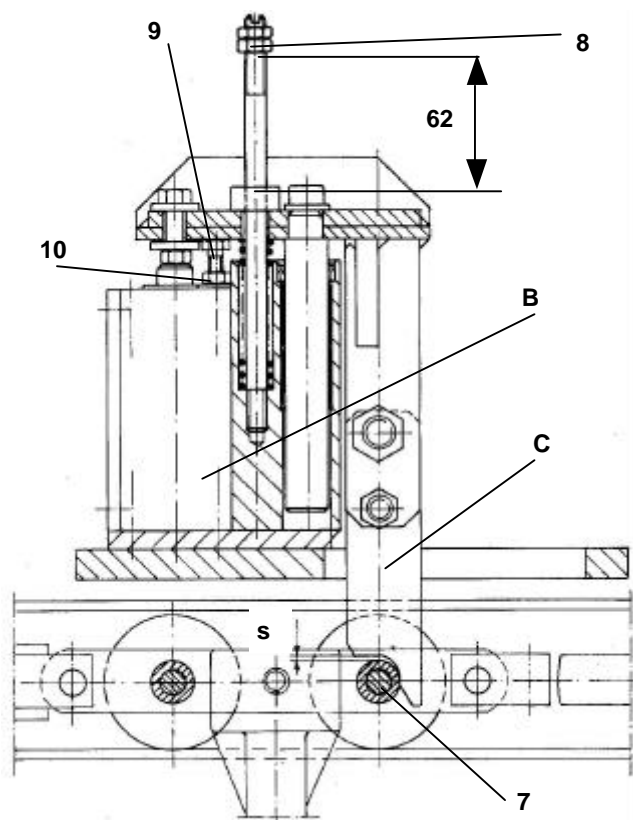

Abb. 6b: Einstellungen
- der Mitnehmerhub auf den Verbindungsbolzen (Abb. 6; Pos. 7) zwischen den beiden vorderen Tragrollen (bzw. mit der vorderen Tragrolle beim Diagonalglied) ist so eingestellt, daß sich Maß $s = 0,5 \pm 0,2$ mm ergibt (Abb. 6b). Einstellung mit 2 Schrauben M 8 und den zugehörigen Kontermuttern (Abb. 6b; Pos. 9; 10).
Siehe Abb. 6b: